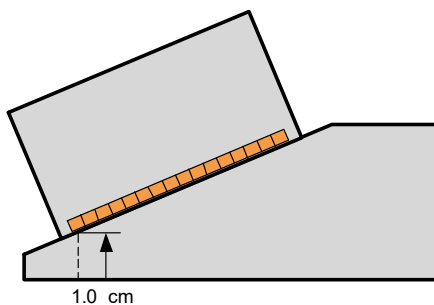

Figura 4-9 Altezza del primo elemento
- f) Selezionare **Altezza** ed in seguito inserire l'altezza del primo elemento (vedere Figura 4-9 a pagina 120).